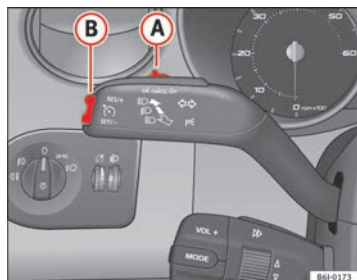

Fig. 109 Leva degli indicatori di direzione e degli abbaglianti: interruttore e tasto di comando del regolatore di velocità
- Premere la parte superiore del tasto **RES** ⇒ fig. 109 **B** per aumentare la velocità. La velocità sale finché si tiene premuto il tasto. Il sistema memorizza come parametro di riferimento la velocità raggiunta nel momento in cui si lascia andare il tasto.
Se si riduce la velocità schiacciando il pedale del freno, il regolatore si disattiva. Per riattivare il regolatore di velocità si deve premere una volta sulla parte superiore del tasto **RES+** ⇒ fig. 109 **B**.